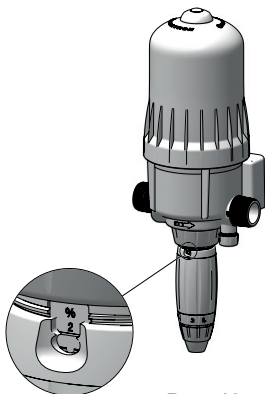

Рис. 13
- Завинтите или отвинтите регулировочную втулку так, чтобы нужные отметки дозирования появились в соответствующих прорезях (**Рис.13**).